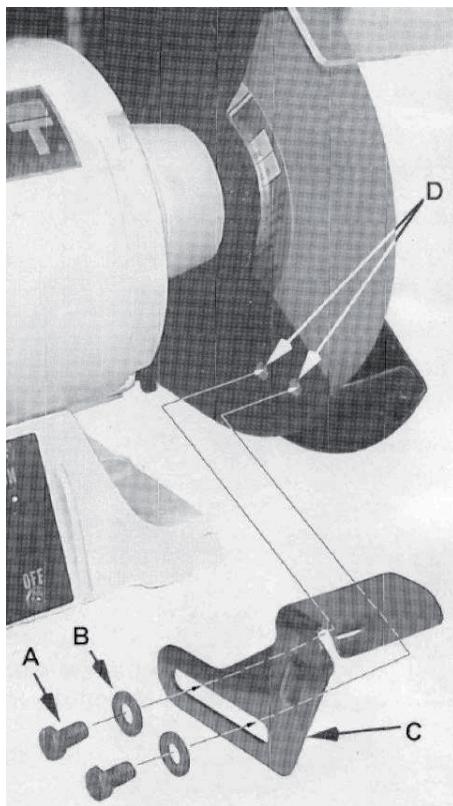

Рис. 1
Ссылаясь на Рисунок 1:
- Имеется правый и левый подручники. Смотрите на Рис. 1, чтобы убедиться в том, что вы устанавливаете их правильно.
- Используя болты (А) и шайбы (В) из пластикового пакета, зафиксируйте подручники, накрутив два болта (А) через две плоские шайбы (В) и кронштейн подручника (С) на корпус круга (D), как показано на Рисунке 1.